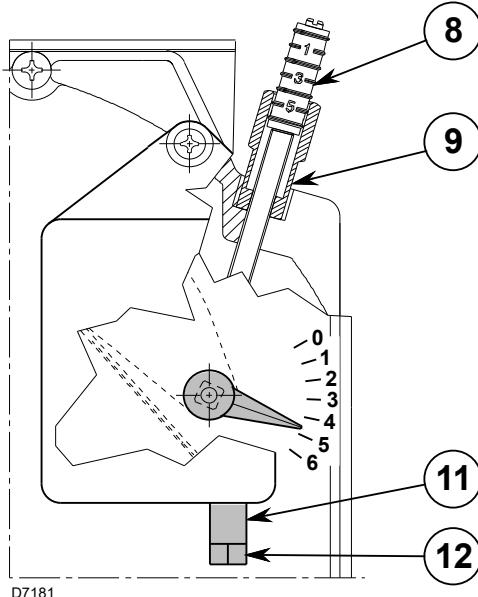

Abb. 15
Die erste Inbetriebnahme muss immer durchgeführt werden, indem die Schraube 12)(Abb. 15) betätigt wird, so dass der Index der Luftklappenposition der 1. Stufe über der Markierung 1 (Werkseinstellung Markierung 1) resultiert.
- Die Mutter 9) lockern und die Schraube 8)(Abb. 15) betätigen, um den Luftdurchsatz der 2. Stufe zu regulieren (siehe CO2-Werte in Tab. T).
- Die 1. Stufe über die Schraube 12) regulieren, nachdem die Mutter 11)(Abb. 15) (im Uhrzeigersinn) gelockert wurde und unter Bezugnahme auf die nachstehende Tabelle bezüglich der CO2-Werte.
- Die Mutter 11)(Abb. 15) nach erreichter, optimaler Einstellung (gegen den Uhrzeigersinn) wieder arretieren.